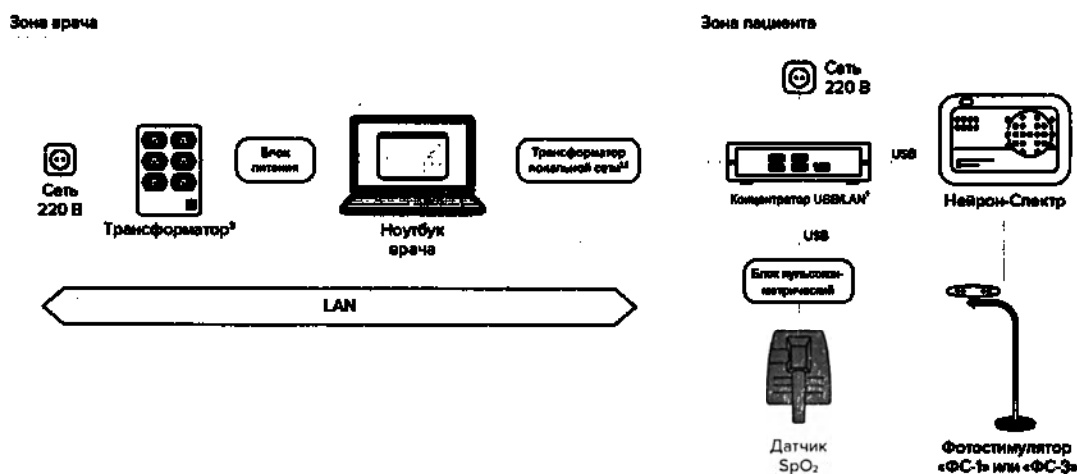

Рис. 23. Схема подключения изделий системы к ноутбуку
6. При использовании ноутбука вместо системного блока и монитора см. схему подключения на рис. 23. Для подключения блока питания ноутбука к разъёму трансформатора воспользуйтесь кабелем питания IEC C14 – Schuko type F socket. Если ноутбук имеет медицинский блок питания, соответствующий требованиям безопасности, предъявляемым к медицинским приборам и аппаратам (ГОСТ Р 50267.0-92 или ГОСТ Р МЭК 60601-1-2010), то применение трансформатора не требуется.